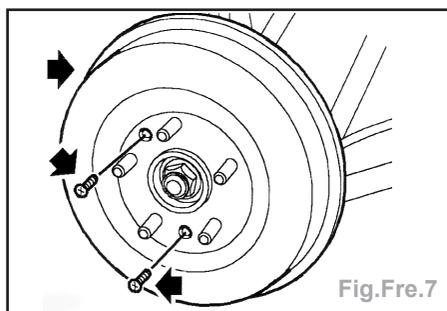

Fig.Fre.7
- Déposer les 2 vis maintenant le tambour de frein et déposer le tambour (Fig.Fre.7).